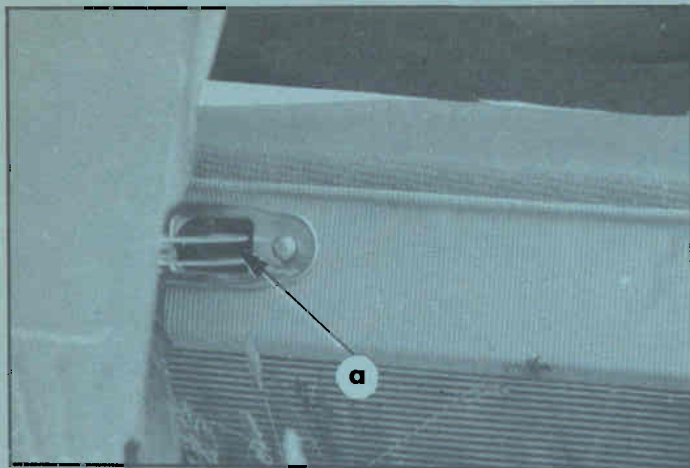

Fig. 14
8. Drempelbalken rechts en links (afb.14 en 15)